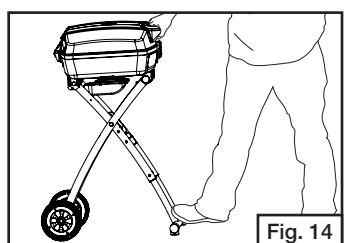

Fig. 14
- Abaissez le gril et glissez-le en arrière pour verrouiller les montants du piétement dans les supports du fond. (Fig. 14, 15 et 16)